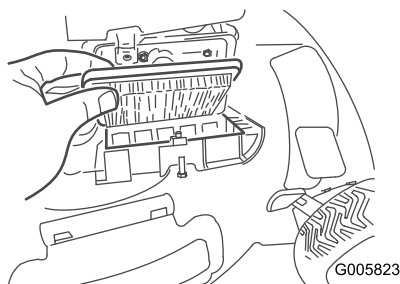

Bild 23
2. Tauschen Sie den Luftfilter aus (Bild 23).